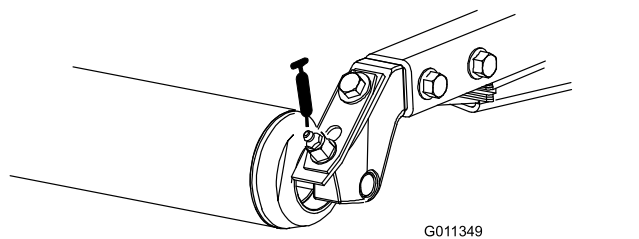

図 50
• 後ローラのベアリング各Cuttingユニットに2ヶ所 図 50